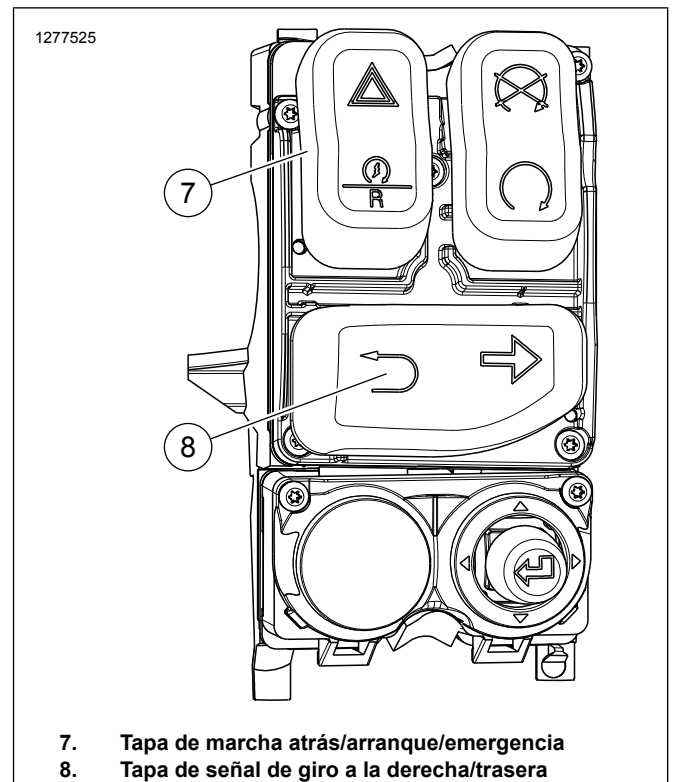

Figura 8. Trike 2019 y posteriores Control derecho (OE)
- c. Ver Figura 8 . Quite la tapa de emergencia/arranque/marcha atrás (7) del módulo de control OE.
- d. Ver Figura 8 . Volver a instalar la tapa de la señal de giro a la derecha (8) en el nuevo módulo de control.
- e. Ver Figura 8 . Instale la tapa de emergencia/arranque/marcha atrás (7) en el módulo de control nuevo.